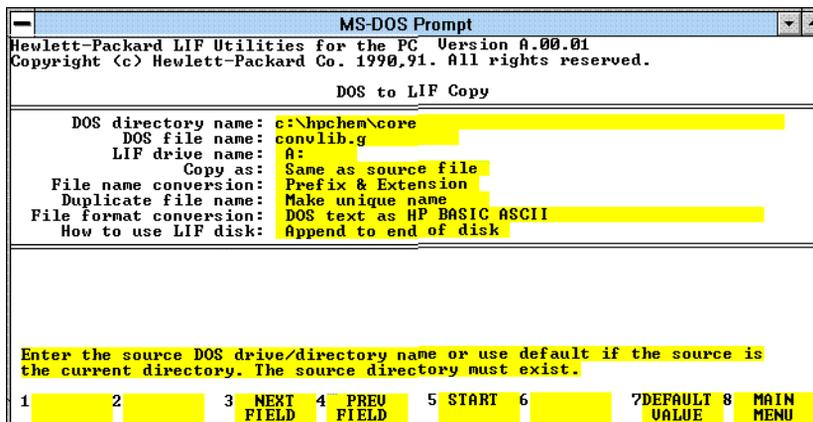

Figure 26 Copie de CONVLIB. G sur la disquette Pascal à l'aide de l'utilitaire LIF
- 3 Dans le menu principal, choisissez DOS to LIF <ENTRÉE>. Remplissez l'écran LIF comme illustré à la Figure 26. Le curseur étant dans le champ File format conversion, utilisez les touches F1/F2 pour faire alterner les choix de conversion. Après avoir complété l'écran, sélectionnez F5 pour lancer la conversion.